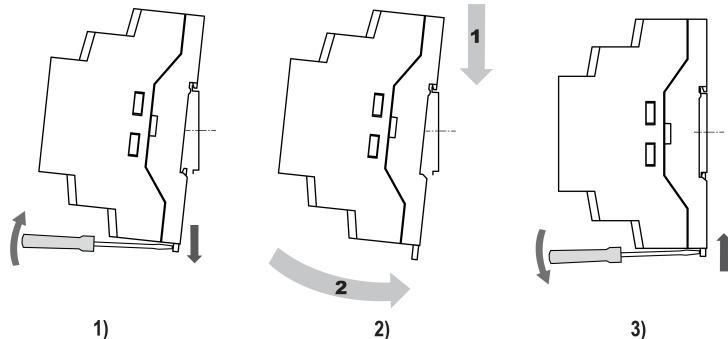

Рисунок 4.10 – Монтаж прибора с креплением на DIN-рейку
2. Вставив отвертку в проушину, оттянуть защелку рисунок 4.10, 1\)
3. Установить прибор на DIN-рейку в соответствии с в направлении стрелки 1 рисунок 4.10, 2;
4. Прижать прибор к DIN-рейке в направлении, показанном стрелкой 2 (см. рисунок 4.10, 2).
Зафиксировать защелку (см. рисунок 4.10, 3).